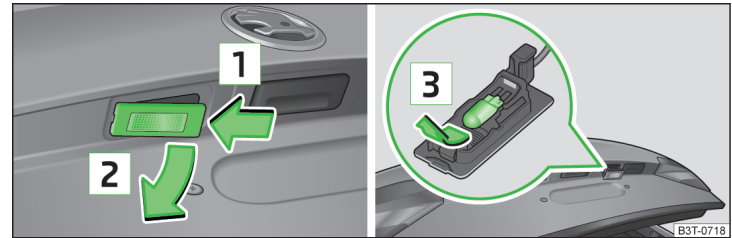

Abb. 205 Kennzeichenleuchte ausbauen / Glühlampe wechseln
- Die Leuchte in Pfeilrichtung 1 » Abb. 205 eindrücken.